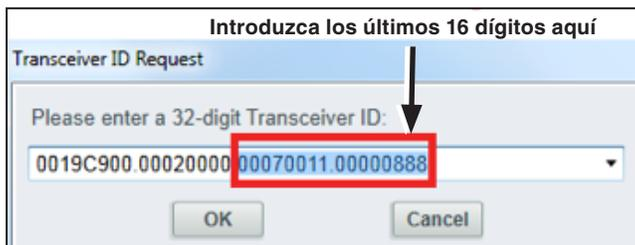

Figura 11. Ingrese los últimos 16 dígitos en el cuadro de diálogo de ID del Transceptor.
- (b) Después, aparecerá un cuadro de diálogo de Solicitud de ID del Transceptor. Ingrese el ID del Transceptor del reconector TripSaver II conectado, y haga clic en el botón **OK** para conectar. Los primeros 16 dígitos del ID son prescritos, por lo tanto solo se deben de escribir los últimos 16 dígitos. Vea la Figura 11.